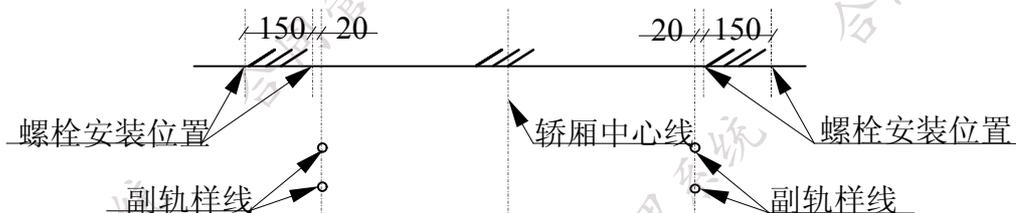

图 3.2-7
①、对重码托固定螺栓位置的确定
b)、以纵向墨线为基准向井道两侧偏移，偏移 20mm 的位置定为第一支膨胀螺栓的位置，再偏移 150mm 的位置定为第二支膨胀螺栓的位置，见图 3.2-7。